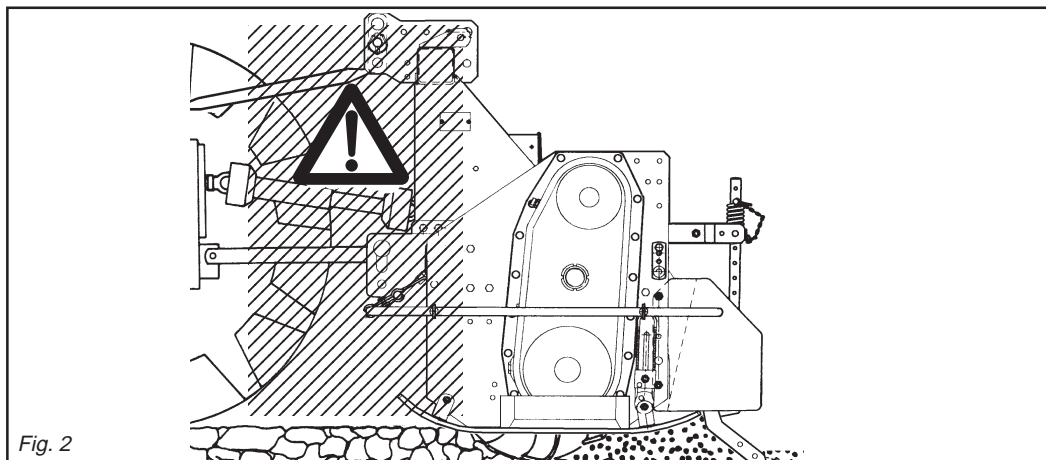

Fig. 2
- 24) Es ist absolut verboten, bei laufendem Motor und eingeschalteter Gelenkwelle zwischen den Schlepper und das Maschine zu treten (Abb. 2). Dazu muß die Feststellbremse gezogen werden und unter die Räder ein Bremskeil oder ein großer Stein gelegt worden sein.
- 24) *Il est absolument interdit de se mettre entre le tracteur et l'appareil (Fig. 2) quand le moteur est en marche et le cardan enclenché, sans avoir tiré le frein de stationnement et bloqué les roues avec une cale ou un caillou.*
- 24) Está terminantemente prohibido colocarse entre el tractor y el equipo (Fig. 2) con motor encendido y cardán inserido, o sin haber accionado el freno de estacionamiento y de colocar, debajo de las ruedas, una piedra u otro elemento de bloqueo.
- 28) È assolutamente vietato interporci fra il trattore e l'attacco della macchina per manovrare il comando dall'esterno per il sollevamento (Fig. 2).
- 28) *It is absolutely forbidden to stand between the tractor and the implement when manoeuvring the lift control from the outside (Fig. 2).*
- 28) Es ist absolut verboten, zwischen den Schlepper und den Anschluß zu treten, um die Aushebung von außen zu betätigen (Abb. 2).
- 28) *Il est absolument interdit de se mettre entre le tracteur et l'attelage pour manoeuvrer la commande de relevage de l'extérieur (Fig. 2).*